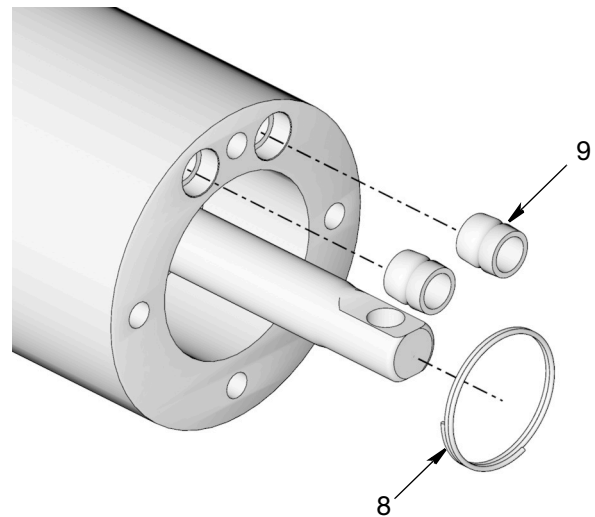

図 28
13. スプリング (8) と 2 つのシール (9) を取り外します。スプリングを再組立て用に安全な場所に保管します。シール (9) を廃棄します。再組立て用にはキットに含まれる新しいシールを使用します (図 28)。